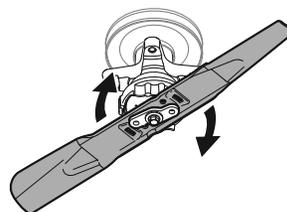

Figura 50
5. Gire la cuchilla en sentido de las agujas del reloj para alinearla con el adaptador de cuchilla. Consulte la Figura 50.